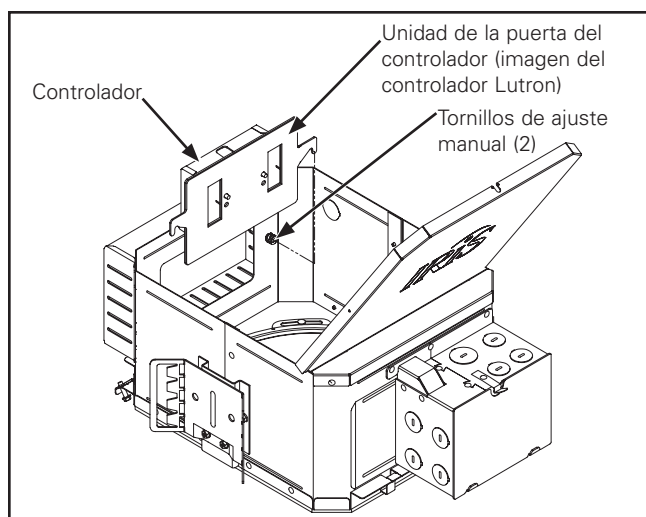

Figura 25.
2. Afloje los dos tornillos manuales que sujetan la unidad de la puerta del controlador en la pared del alojamiento (Figura 25.). Los tornillos de ajuste manual están fijos, pero no ejerza demasiada torsión sobre ellos.